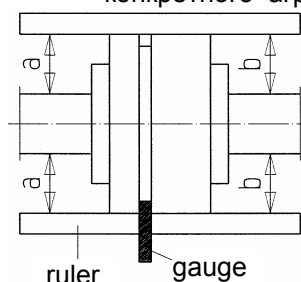
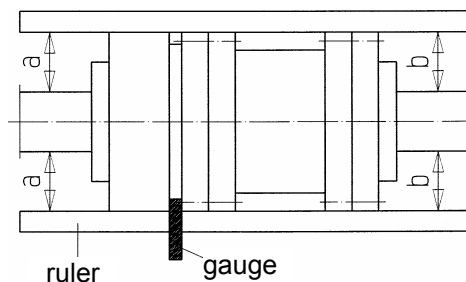

Рис. 4 - Регулировка муфты с линейкой (ruler) и калибром (gauge).
Рис. 5 - Регулировка муфты при наличии проставка.
- Регулировка считается правильной, если линейка, положенная продольно на обе полумуфты, оказывается равноудаленной от любого из валов в любых точках окружности, а расстояние между торцами полумуфт, измеряемое простым или цифровым калибром согласно Рис.4 или Рис.5, остается неизменным при любых взаимных поворотах валов..